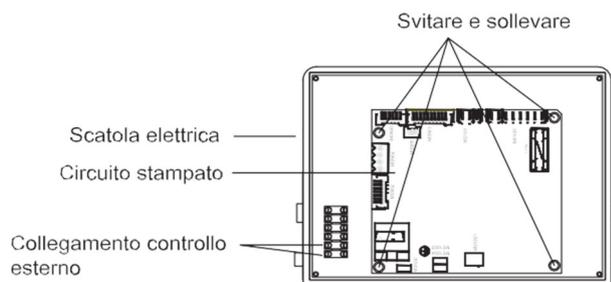

Fig.39
CONNESSIONE ESTERNA (Fig. 39)
6.19 SOSTITUZIONE CIRCUITO STAMPATO/DISPLAY (Fig. 39)